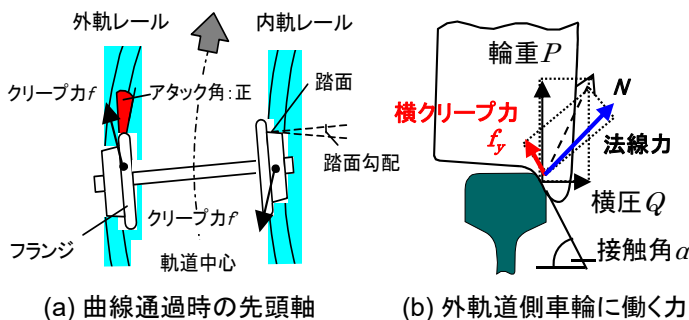

図1 曲線通過時の輪軸の姿勢と車輪に働く力
- 半径の小さい曲線を走行する時、車両の輪軸は左右車輪の回転半径差が十分取れず、輪軸が曲線の外方へ向かって転がる(図1(a))。また、図1(b)は、輪軸の後方から眺め、外軌側車輪とレールとの接触面に働く力を示したものである。